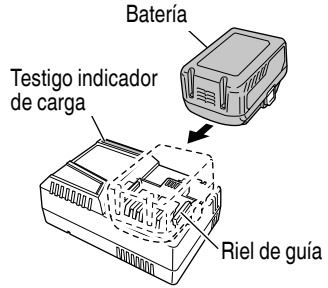

Fig. 8
2. Inserte la batería en el cargador de baterías. Introduzca la batería firmemente en el cargador como se indica en la Fig 8.